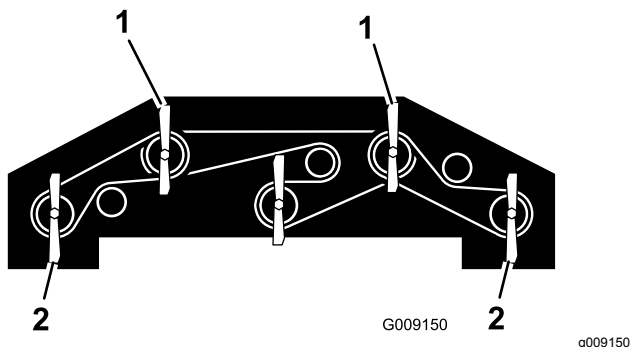

Figure 136
1. Tournez chaque lame pour qu'elle pointe vers l'avant (Figure 136).